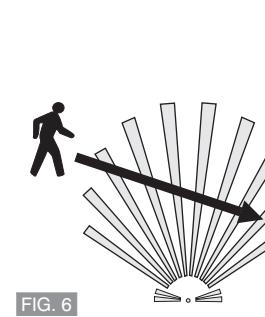
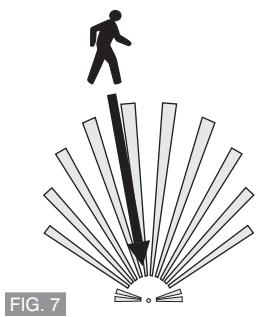

FIG. 6
FIG. 7
- le détecteur est plus sensible aux mouvements qui traversent son champ d'action (FIG. 6) et moins sensible aux mouvements en direction dudit détecteur (FIG. 7).
- Der Bewegungsmelder reagiert mehr auf Bewegungen, die quer zum Verlauf der Linsensegmente erfolgen (ABB. 6) und weniger auf frontale Annäherung, d. h. Bewegungen, die direkt in Richtung des Sensors gehen (ABB. 7).